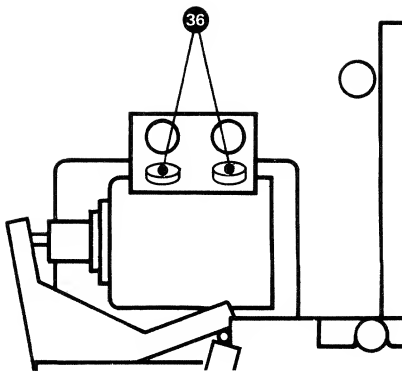

Fig. 2.13.-1
- 2 Schrauben (36) (Fig. 2.13.-1) lösen.
- Remove 2 screws (36) (fig. 2.13.-1).